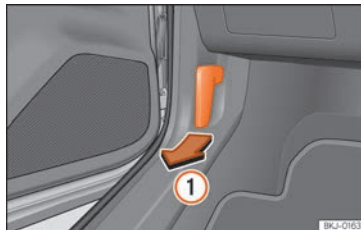

Abb. 177 Entriegelungshebel im Fahrerfußraum.
- Öffnen Sie die Tür und ziehen Sie an dem Hebel unterhalb der Instrumententafel >>> **[Abb. 177]** ①.